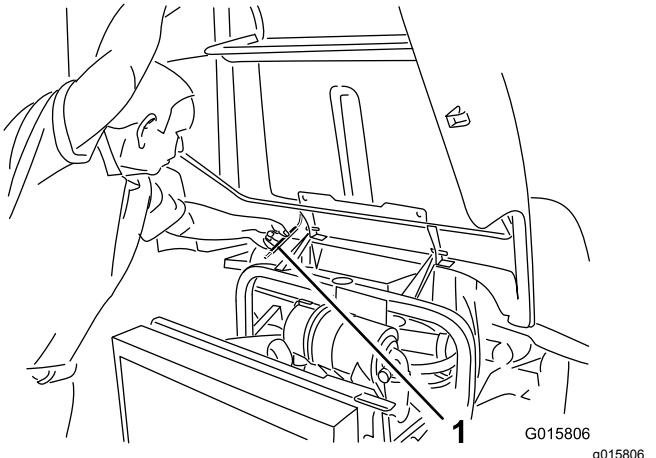

Figura 28
2. Sollevate il cofano fino a quando non è possibile posizionare l'asta di sostegno dietro il tubo del telaio (Figura 28).